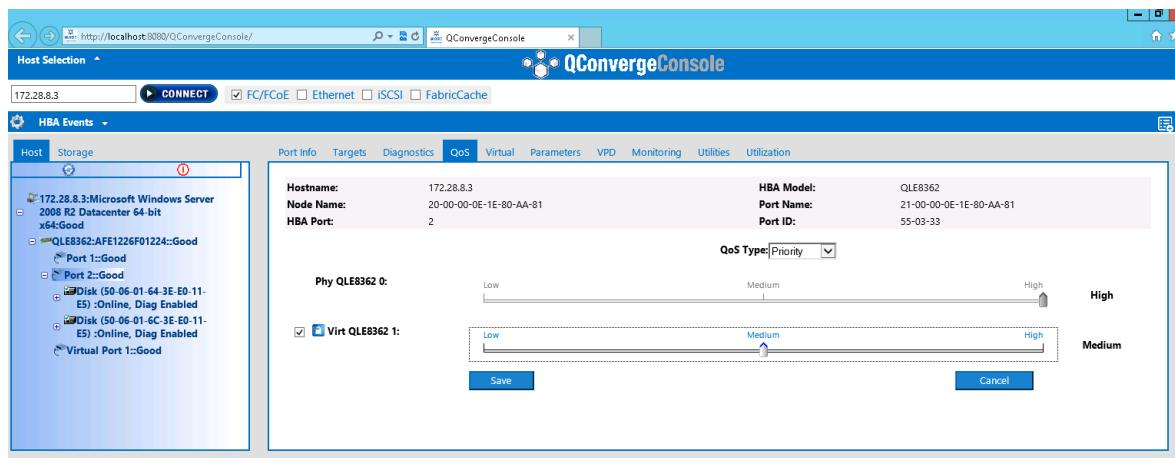

図 3-38. QConvergeConsole GUI を使用した vPort の優先順位の変更
9. **Save** (保存) をクリックします。図 3-38 はその一例です。